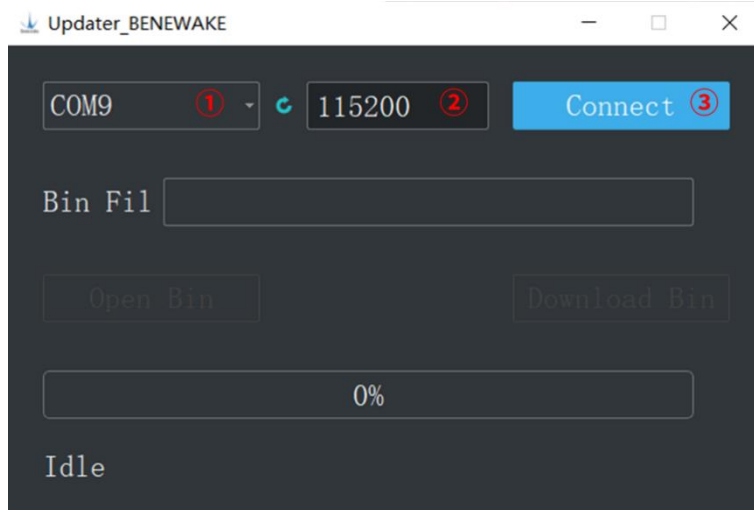

图 6-1 Updater_BENEWAKE 上位机配置
- 1) 设备连接后，打开 Updater_BENEWAKE 上位机，配置①COM 选择占用串口（示例中为 COM9），配置②波特率为 115200，点击③Connect 建立 TF02-Pro-W 与上位机连接，如图 6-1 所示。